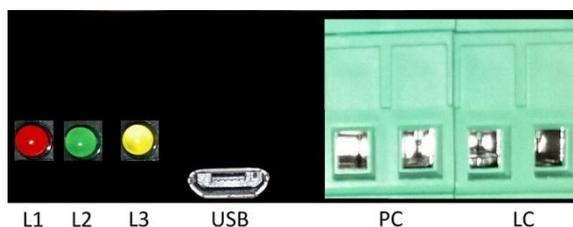
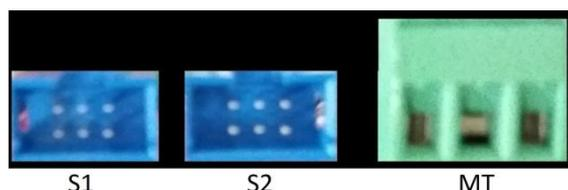

Figura 1. Pannello frontale
Figura 2. Pannello posteriore
La Figura 1 illustra il pannello frontale dell'Unità Elettronica (UE) mentre la Figura 2 ne illustra il pannello posteriore.